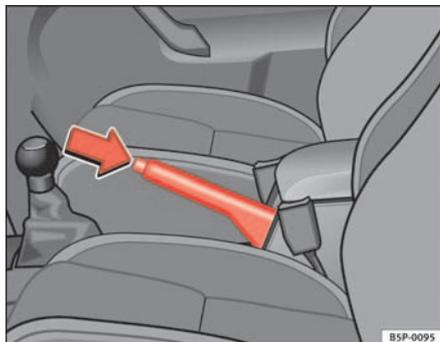

Fig. 138 Il freno a mano, ubicato tra i due sedili anteriori
- Tirare la leva del freno a mano verso l'alto ⇒ pag. 175, fig. 138.
- Tenendo premuto (nella direzione indicata dalla freccia ⇒ pag. 175, fig. 138) il tasto di sblocco, spostare prima la leva leggermente verso l'alto e poi abbassarla del tutto ⇒